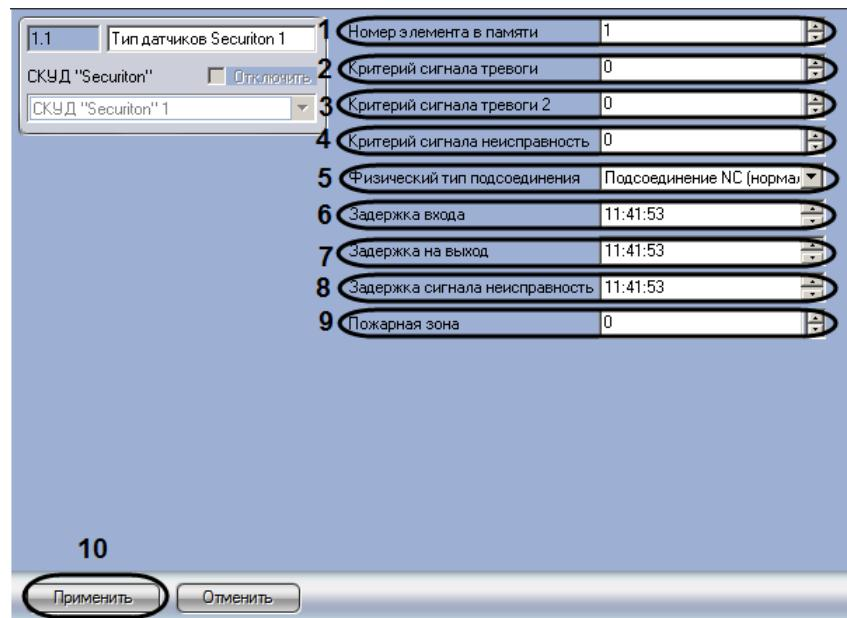

Рис. 3.4—7 Настройка типа датчиков Securiton
- В поле **Номер элемента в памяти** ввести с помощью кнопок **вверх-вниз** уникальный среди объектов данного типа номер типа датчиков (см. Рис. 3.4—7, 1).
- Ввести в поле **Критерий сигнала тревоги** с помощью кнопок **вверх-вниз** номер сообщения, посылаемого датчиком при активации шлейфа (см. Рис. 3.4—7, 2).